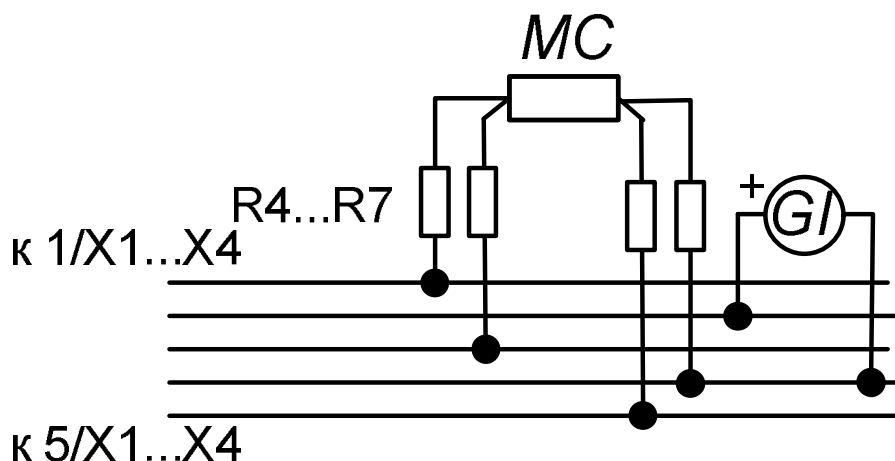

Рисунок 11.3 - Схема подключения для определения погрешности измерения сигналов ТС и тока (остальное рисунок 11)
-меру тока GI для проверки сигнала 4-20 мА (рисунок 11.3);
-магазин сопротивлений MS для проверки сигнала от ТС (рисунок 11.3).